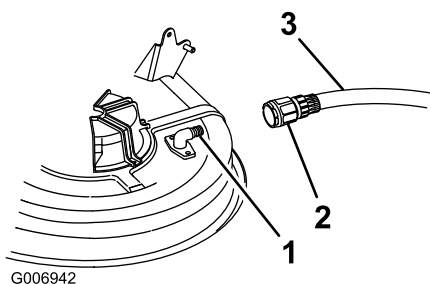

Figure 54
4. Vissez le raccord du tuyau (non fourni) au raccord de lavage du carter du plateau de coupe, et ouvrez l'eau en grand (Figure 54).